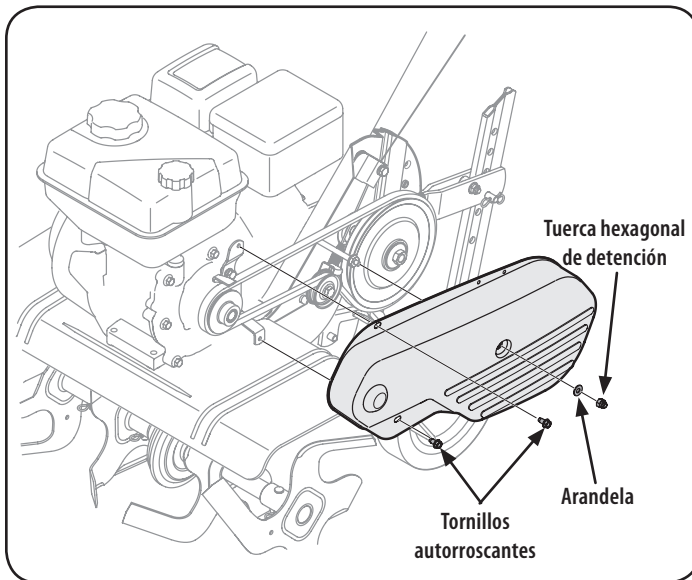

Figura 27
1. Retire la cubierta de la correa desde el lado izquierdo de la cultivadora retirando los dos tornillos autorroscantes y la tuerca hexagonal y la arandela. Vea la Figura 27.
NOTA: Al volver a armar, asegúrese de que el guardacorreas de la polea loca quede tal como se muestra en la Figura 27. Observe la muesca en la parte inferior del guardacorreas y la alineación cuando vuelva a armar con la correa nueva.